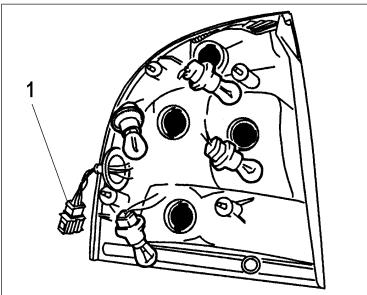

Рис. 54. Задний фонарь
- отсоедините колодку проводов 1 (рис. 54);